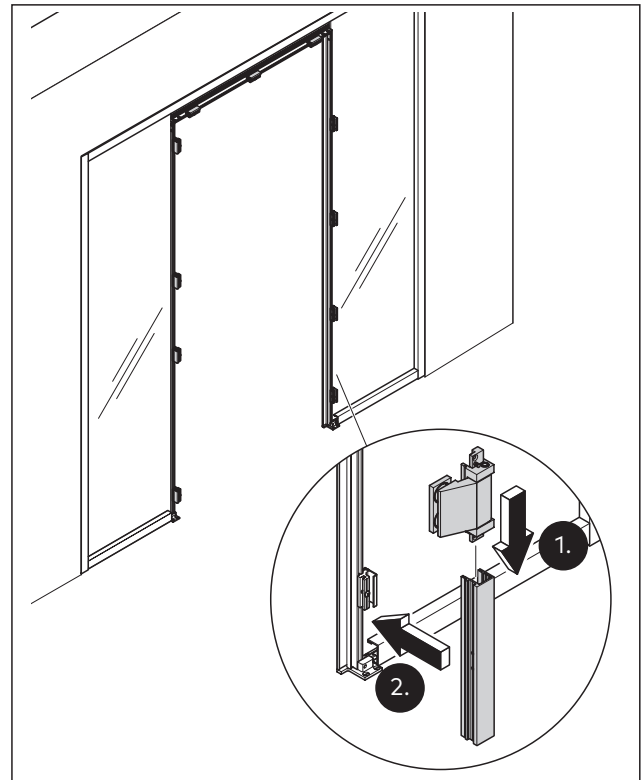

Abb. 33 Das erste Teilstück des Deckprofils für die Zarge und das Türband aufstecken
1. Das erste Türband auf das erste senkrechte Teilstück des Deckprofils für die Zarge stecken (Abb. 33).